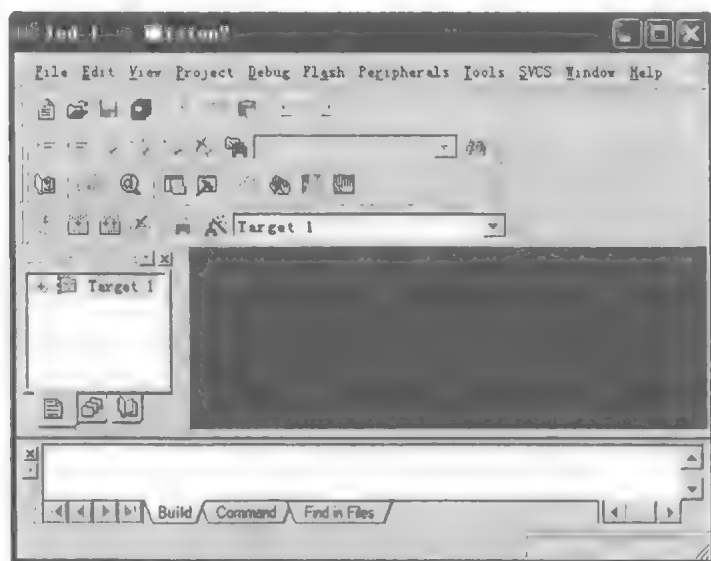

图 2.27 添加单片机后的界面
(5) 完成上一步骤后, Keil 软件会出现如图 2.27 所示的界面, 到这里工程就建好了。